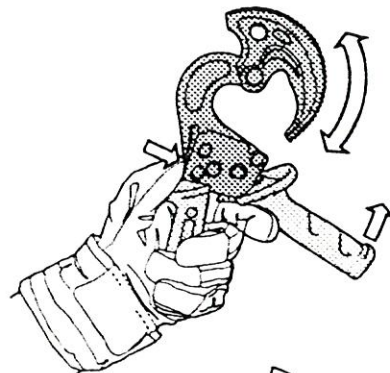

Fig. 4
2. För att kunna vrida skäret fritt i båda riktningarna måste handtaget öppnas maximalt samtidigt som returspärren hålls intryckt (fig 4). Öppna kabelsaxen så mycket att kabeln enkelt kan placeras i gapet.
Frikoppla returspärren, eventuellt genom att knacka försiktigt med en plasthammare på den. Håll returspärren intryckt och öppna handtaget maximalt. Kabelsaxen kan nu öppnas (fig 4).
2. To freely turn pivoted blade in any direction keep hand lever fully open and at the same time press down retaining pawl (fig. 4). Open cutter wide enough to be able to easily insert the cable into the gap. Insert cable.
Keep hand lever fully open and release retaining pawl, if necessary by tapping slightly with a plastic hammer. Keep retaining pawl depressed and open hand lever fully. The pivoted blade can now be turned back (fig. 4).
2. Wenn gleichzeitig die Halteklinke niedergedrückt und der bewegliche Handhebel bis zu seinem Anschlag gehalten wird, kann das Drehmesser ungehindert in beliebiger Richtung gedreht werden (Bild 4). Nun das Drehmesser so eindrehen, daß das Kabel leicht in die Öffnung eingebracht werden kann.